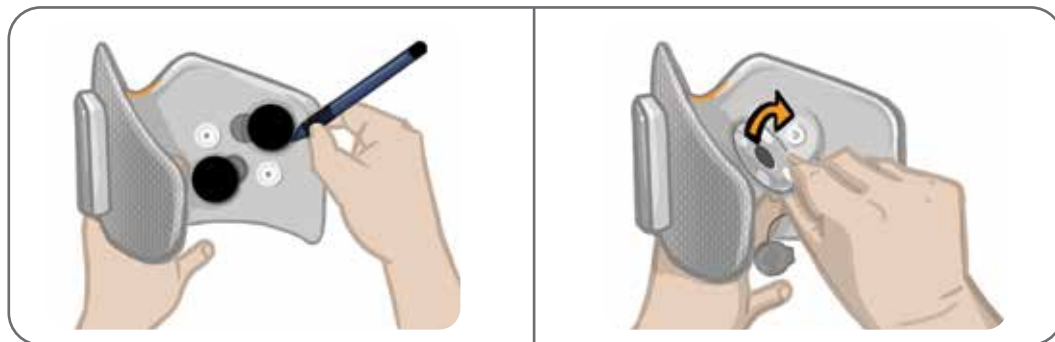

Figure 8-7 : Marquez la position de la base d'électrode (à gauche)
2. Marquez la position des bases d'électrodes usagées sur le manchon de la jambièrre à l'aide d'un marqueur indélébile. Reportez-vous à la figure 8-7.